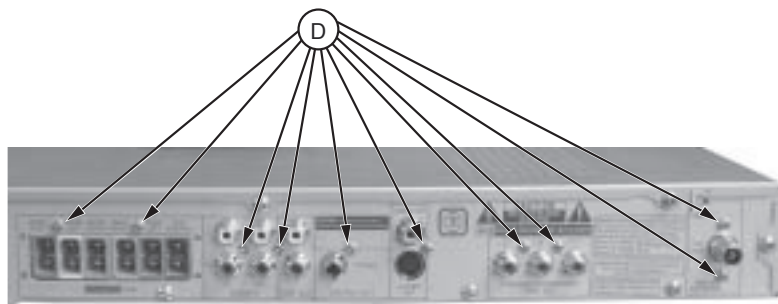

Figura 6
- 1) Solte os 10 parafusos " D " na parte traseira como mostra a figura 6.